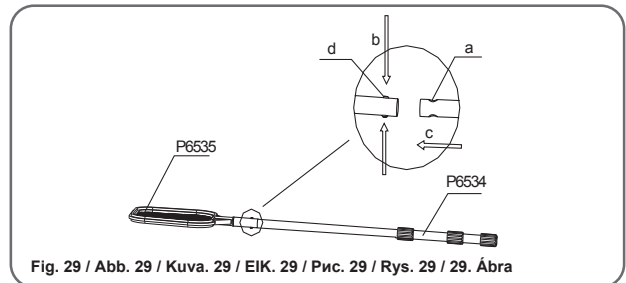

Fig. 29 / Abb. 29 / Kuv. 29 / EIK. 29 / Рис. 29 / Rys. 29 / 29. Ábra
1. Connect the skimmer head (P6535) to the pole (P6534) ensuring the spring-loaded pins snap into the pre-drilled holes. (See Fig. 29)
1. Ligue a cabeça do skimmer (P6535) à haste (P6534) verificando que os pinos de mola encaixam nos orifícios existentes. (Veja Fig. 29)
1. Conecte el cabezal del skimmer (P6535) al mango (P6534) asegurándose de que las clavijas accionadas por muelles se ajustan en los orificios pretaladrados. (Vea Fig. 29)
1. Den Skimmerkopf (P6535) auf die Stange (P6534) aufsetzen und sicherstellen, dass die Federstifte in die vorgebohrten Löcher einrasten. (Siehe Abb. 29)
1. Sluit de skimmerkop (P6535) aan op de paal (P6534) en zorg ervoor dat de veerpinnen in de voorgeboorde gaten springen. (Zie Fig. 29)
1. Collegare la testa dello skimmer (P6535) all'asta (P6534) assicurandosi che le linguette a molla scattino in posizione (Vedere Fig. 29).
1. Fixez la tête de l'aspirateur (P6535) au manche (P6534) en vous assurant que les linguets à ressort s'enclenchent dans les ouvertures percées. (Voir Fig. 29)
1. Наденьте головку скимера (P6535) на шест (P6534), при этом подпружиненные кнопки должны попасть в отверстия. (См. Рис. 29)
1. Połącz głowicę skimmera (P6535) do rurki (P6534), sprawdzając, czy zawleczki sprężynowe zatrzasują się w uprzednio wywierconych otworach. (Patrz Rys. 29)
1. Koppla skimmerns munstycke (P6535) till skaftet (P6534) och försäkra dig om att de fjädrande stiften fäster fast i de förborrade hålen. (Se Fig. 29)